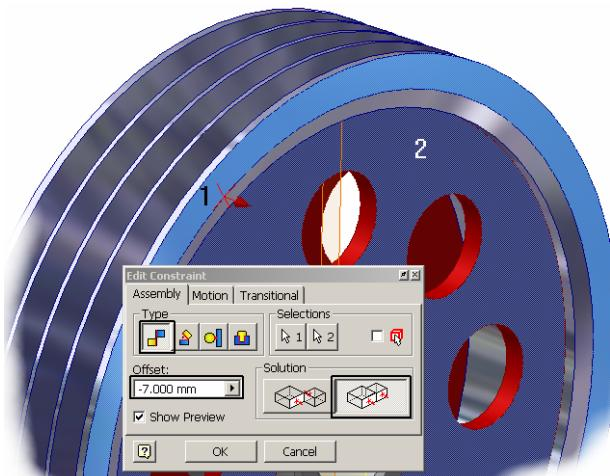

Figura 3.3.19.
- aliniere **Type - Mate, Solution - Mate, Offset = -7** suprafață verticală laterală dreapta **inel** cu suprafață verticală laterală dreapta **disc 1** – lansare comandă **Constraint**, click punctul 1, click punctul 2, butonul **Apply**, figura 3.3.19.